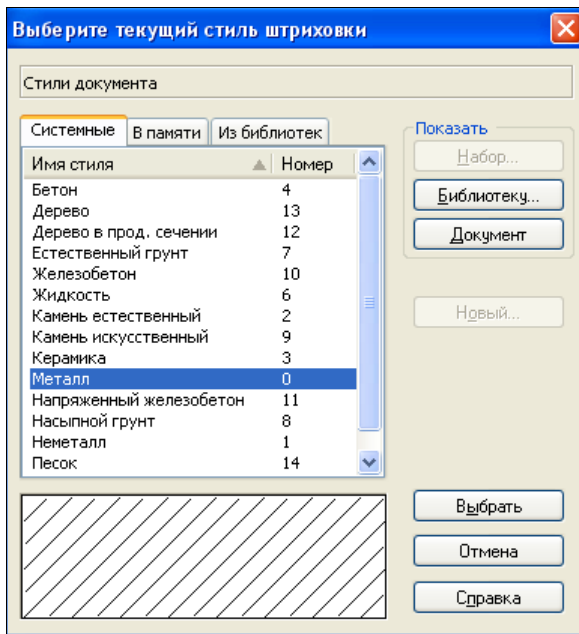

Рис. 7.13. Диалоговое окно Выберите текущий стиль штриховки
- в раскрытом списке стилей нажмите кнопку **Другой**. Система выведет на экран диалоговое окно **Выберите текущий стиль штриховки** (рис. 7.13);